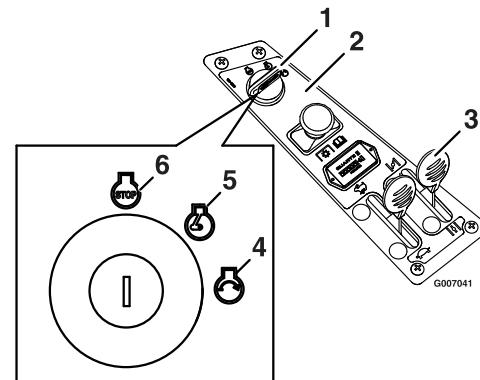

Figura 11
4. Gire la llave de contacto a Arranque para activar el motor de arranque. Cuando el motor arranque, suelte la llave (Figura 11).
5. Si el motor se cala o funciona de forma irregular, mueva la palanca del estárter hacia adelante un poco durante unos segundos (Figura 11).
1. Ponga el acelerador a un punto entre Rápido y velocidad media (Figura 11).
3. Gire la llave de contacto a Desconectado (Figura 11).